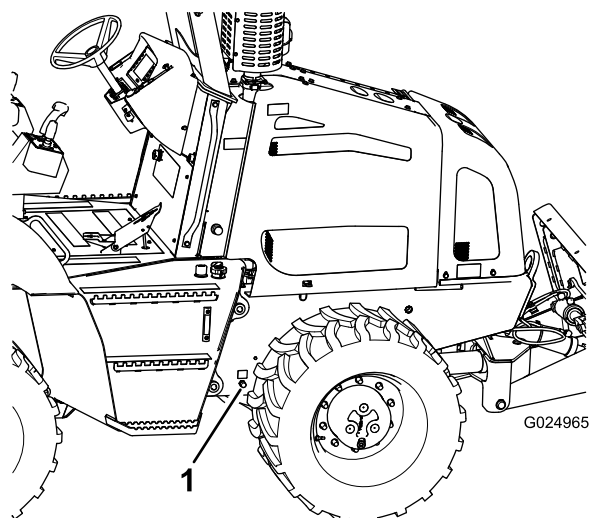

Figure 64
4. Placez un bac de vidange d'au moins 20 L (21 ptes américaines) de capacité sous le raccord de vidange d'huile moteur (Figure 64).
5. Enlevez le bouchon du raccord de vidange et vidangez complètement l'huile moteur (Figure 64).
7. Remettez le bouchon sur le raccord de vidange (Figure 64).
1. Enlevez le bouchon de remplissage d'huile du couvre-culasse en le dévissant et en le tirant vers le haut (Figure 64).